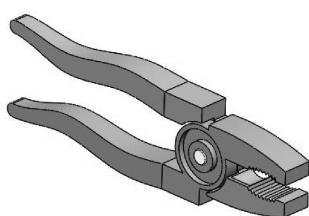

图 9-72 简化的模型
- 06 勾选【所有】复选框，选择所有列出的结果，单击【压缩】按钮，将这些圆角和倒角特征压缩，得到如图 9-72 所示的新装配体。